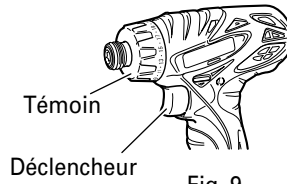

Fig. 9
- Appuyez sur le déclencheur pour allumer le témoin. Le témoin reste allumé tant que vous appuyez sur le déclencheur. Le témoin s'éteint dès que vous avez relâché le déclencheur (Fig. 9).